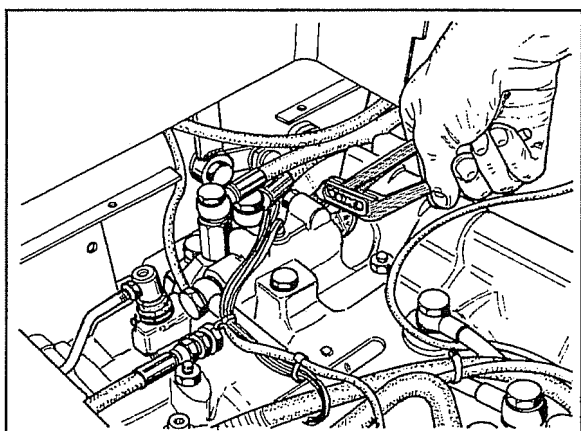
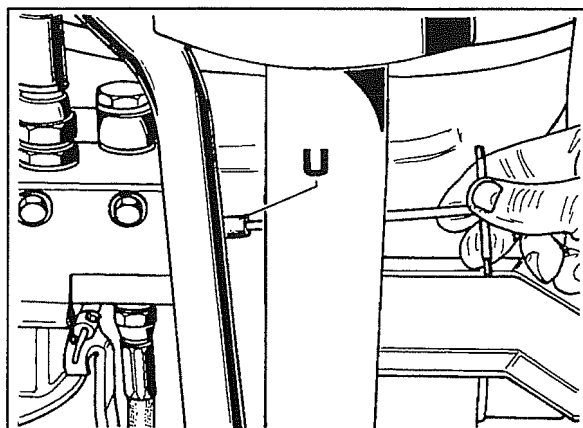

Fig. 24
Fig. 25
- a. Depois de se ter retirado a protecção desatarraxando-a, accionar o parafuso de regulação pressão do suporte dos distribuidores como mostra a fig.24, se eventualmente o manómetro não se conduz à pressão de exercício, é necessário agir no relativo comando válvula prioritária (**U** fig.25) para restabelecer o valor e depois bloquea-la.
- b. Obtidos os 150 bar no manómetro, agir novamente no parafuso de regulação da pressão do suporte distribuidores fig.24 até baixar o valor abaixo de 150 bar.